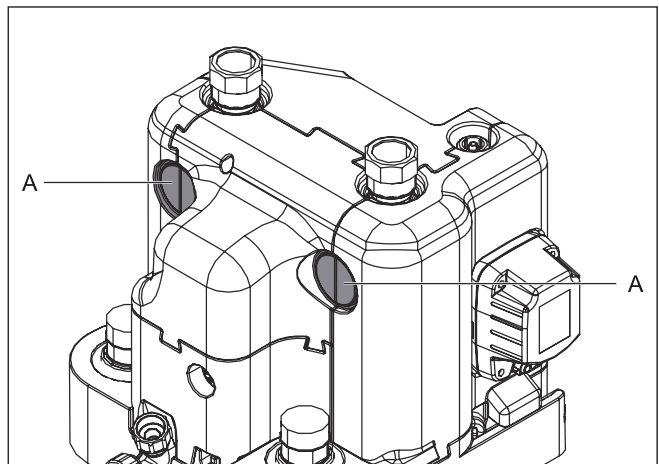

Bild 4-23 Ausschnitt Wärmedämmung
- 16 Seitliche Durchlässe der Wärmedämmung (Bild 4-23, Pos. A) mit einem geeigneten Werkzeug ausschneiden.